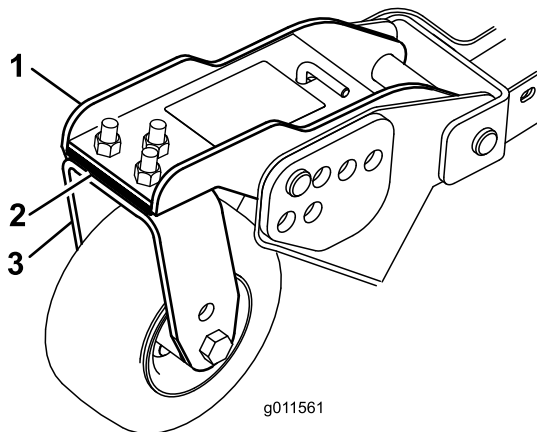

Figura 123
1. Retire os parafusos e as porcas que fixam o braço da roda à forquilha de roda (Figura 123).